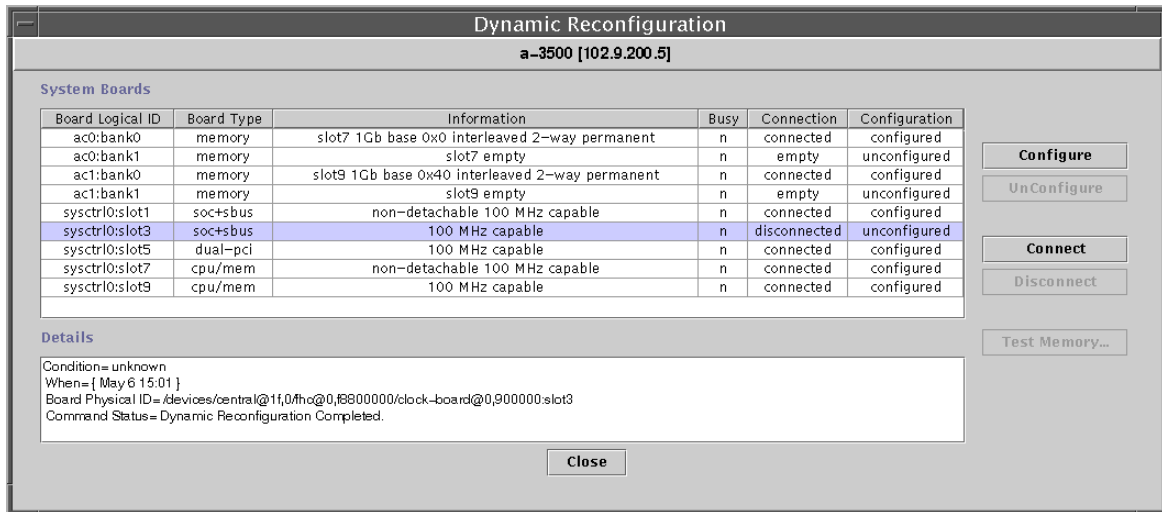

图 3 选定断开连接的板的“动态重新配置”窗口
- 选择“系统板”摘要表中该板所在的行，并单击“连接”按钮（图 3）。